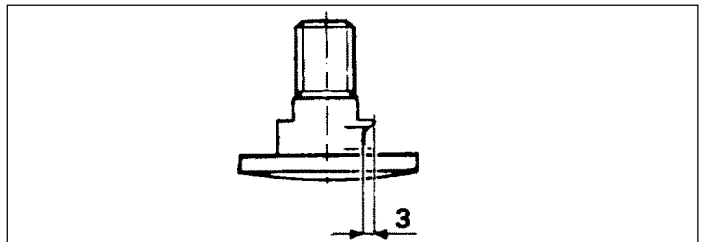

Fig. 23
- la **vite di fissaggio** é usurata nella zona di ritegno del coltello: se il diametro é di 3 mm / 0.11 inch inferiore al diametro originario (fig.23).